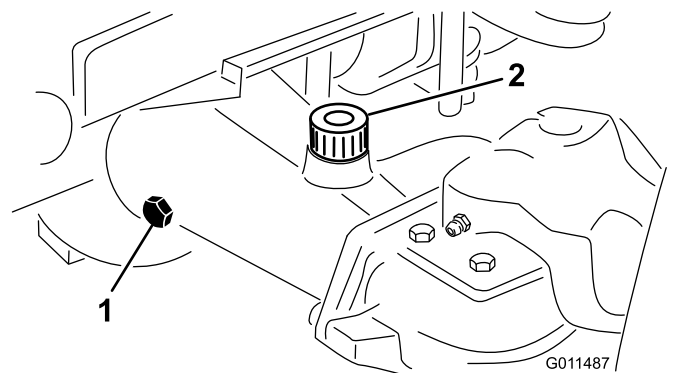

Figura 15
2. Togliete il tappo di controllo da un'estremità del ponte e verificate che il lubrificante raggiunga la base del foro (Figura 15).